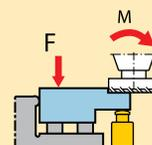

Figura 5c
A figura 5c mostra como localizar corretamente uma peça. Para evitar inclinação da peça, o torque "M" gerado pela ferramenta (5) para o corpo a ser usinado (6) é balanceado pelo contra-torque criado pela força de fixação "F."